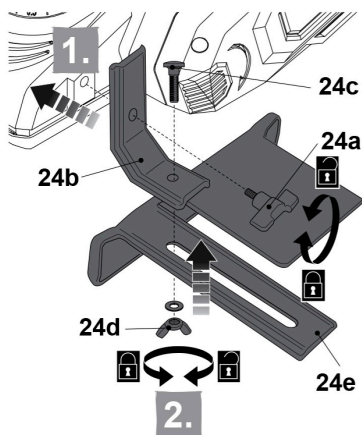

Рис. 4
1. Установите угловой кронштейн (24b) на рубанок и закрепите его с помощью винта (24a), закрутив его в отверстие для фиксации параллельного упора (Рис. 4).
2. Отрегулируйте ширину параллельного упора (24e), установив требуемую ширину строгания или выборки четверти, и зафиксируйте упор на кронштейне (24b) с помощью болта (24c), шайбы и барашковой гайки (24d) (Рис. 4).